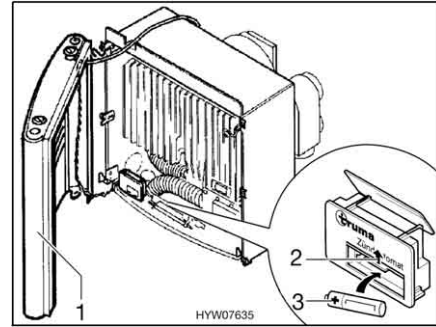

Bild 125 Värmeaggregat öppet
- Ställ ut höljet (Bild 125,1) åt sidan så att anslutningskablar för varmluftsfläkten och kontrollampa för tändning inte behöver kopplas bort.
- Skjut upp batterifackets skyddslock på automattändningen (Bild 125,2).
- Sätt in ett nytt batteri (Bild 125,3) i automattändningens batterifack, använd samma typ av batteri och se till att polerna (+/-) kommer rätt. Använd endast temperaturbeständiga (+70 °C) mignon-batterier, som inte kan läcka.